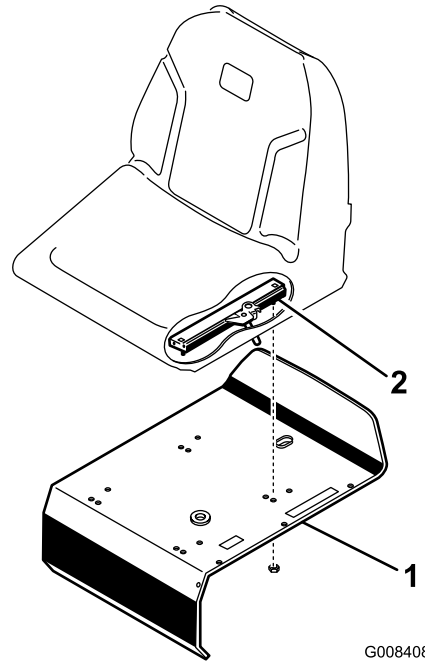

Figura 3
3. Sujete los raíles del asiento al soporte del asiento con las contratuercas (5/16") suministradas con las piezas sueltas (Figura 3).